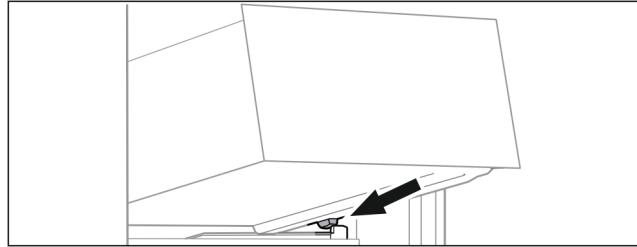

Fig. 76
- Predal postavite v poševnem položaju za zaustavljalniki na nastavki za posodo. (glejte Fig. 76)